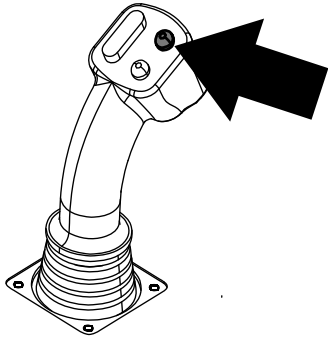
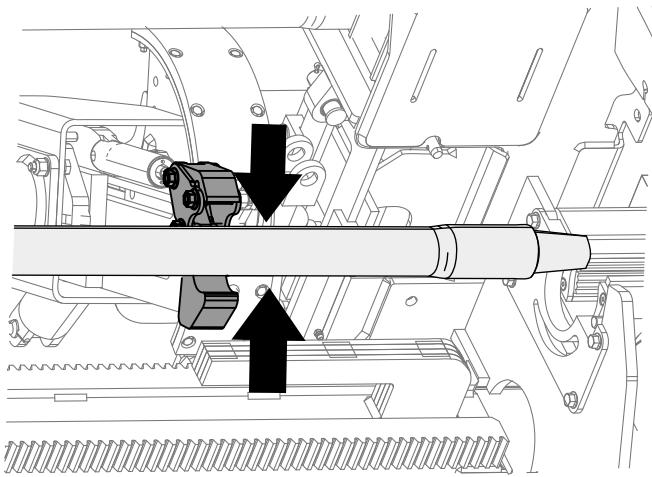

Рисунок 11
Рисунок 12
6. Удерживайте нажатой верхнюю кнопку на джойстике, чтобы захватить трубу (**Рисунок 11** и **Рисунок 12**), и отпустите кнопку.